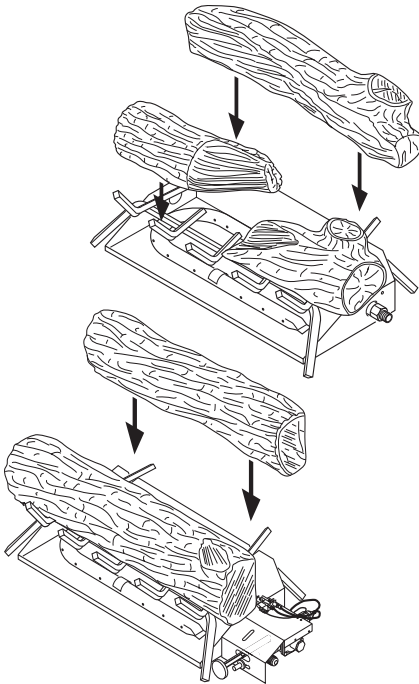

Figura 16 - Instalación de los leños delanteros y traseros (el número y el estilo podría variar)
3. Coloque el leño trasero sobre la parrilla y encima de los escalones de la parrilla (consulte la figura 16, en la página 14).
4. Coloque los leños delanteros sobre la parrilla y deslícelos hacia adelante contra las barras delanteras de la parrilla (consulte la figura 16, en la página 14).